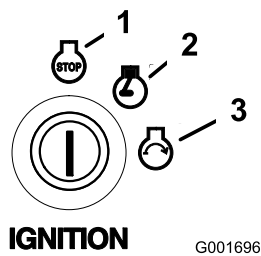

Figure 13
6. Tournez la clé de contact en position démarrage (Figure 13). Relâchez la clé quand le moteur démarre.
- Tournez la clé de contact à la position contact coupé et retirez-la (Figure 13).